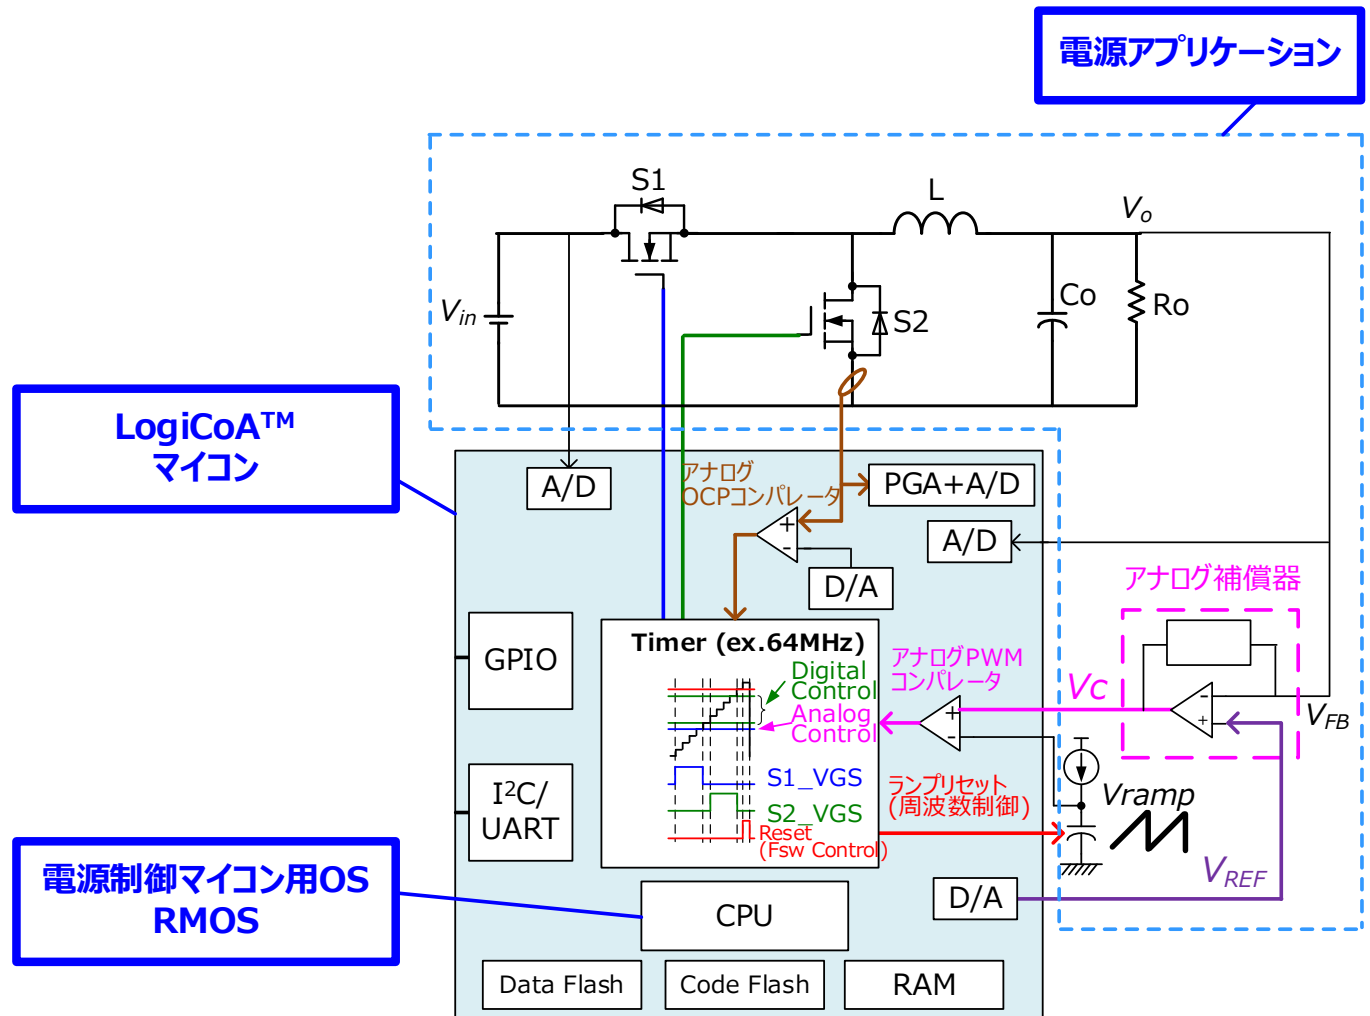

Figure 1-1. LogiCoA™ 電源ソリューションのシステム概要
LogiCoA™ 電源ソリューションの概要を Figure 1-1 に示します。LogiCoA™ 電源はアナログ・デジタル融合制御を電源制御に用いたソリューションで①電源制御用マイコン(LogiCoA™ マイコン)ML62Q203x/ML62Q204x(以降 ML62Q20xx グループ)、②電源制御マイコン用オペレーティングシステム RMOS、③電源アプリケーションの三つの要素から構成されます。アナログ・デジタル融合制御の詳細については、解説アプリケーションノート[1]を参照してください。